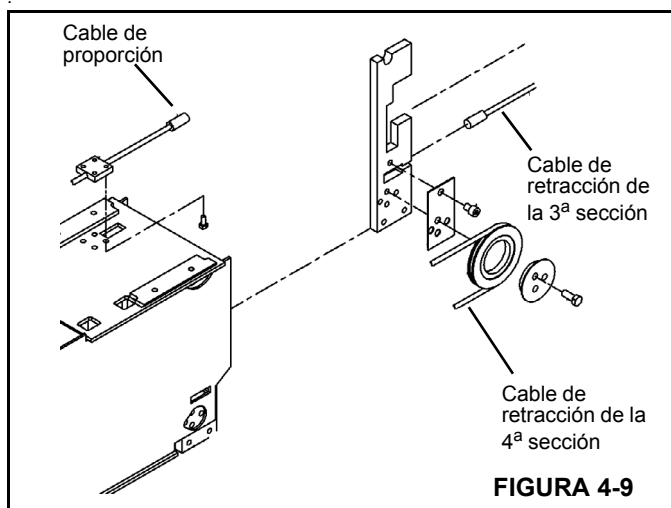

FIGURA 4-9
1. Desenrolle los cables de retracción de la 3ª sección e inserte el extremo con botón en las cavidades de anclaje del cable de la parte trasera de la 3ª sección. Instale la placa retenedora sobre el extremo del cable (Figura 4-9).
- d. Coloque el cable desenrollado en una zona segura para evitar que sufra daños (Figura 4-9).